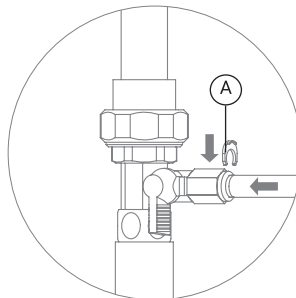

Рис. 8
2. Присоедините зеленую трубку к фитингу адаптер-вентили (см. раздел «Присоединение трубок»), (рис. 8).